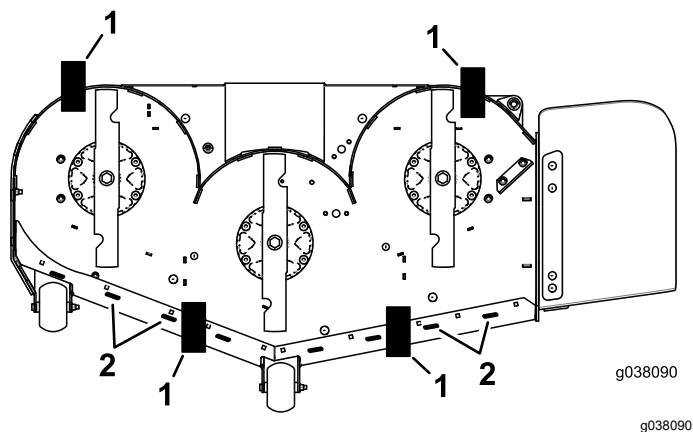

Figura 95
11. Coloque 2 bloques (ver *Altura de bloque y soporte*) debajo del borde trasero del faldón de la carcasa de corte, uno en cada lado de la carcasa de corte (Figura 95).